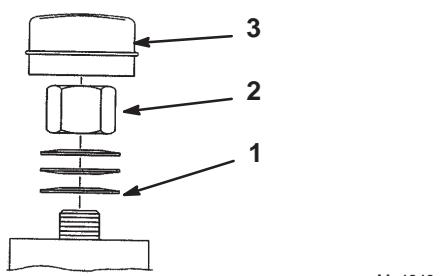

Figure 52
3. Retirez le capuchon anti-poussière de la roue et serrez le contre-écrou (Fig. 52).
4. Continuez de le serrer jusqu'à ce que les rondelles élastiques soient aplatis, puis desserrez-le de 1/4 de tour pour obtenir la précharge correcte des roulements (Fig. 52).
**Important** Veillez à installer les rondelles comme illustré à la Figure 52.
5. Replacez le capuchon anti-poussière (Fig. 52).